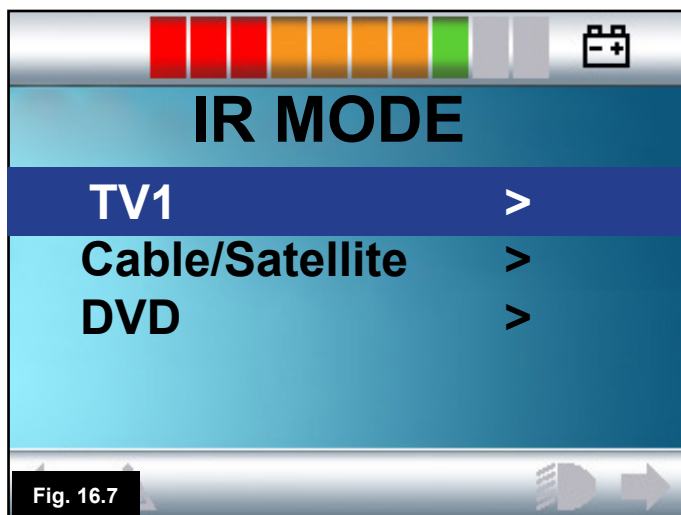

Fig. 16.7
2. Velg en enhet. F. eks. TV, (Fig. 16.7).